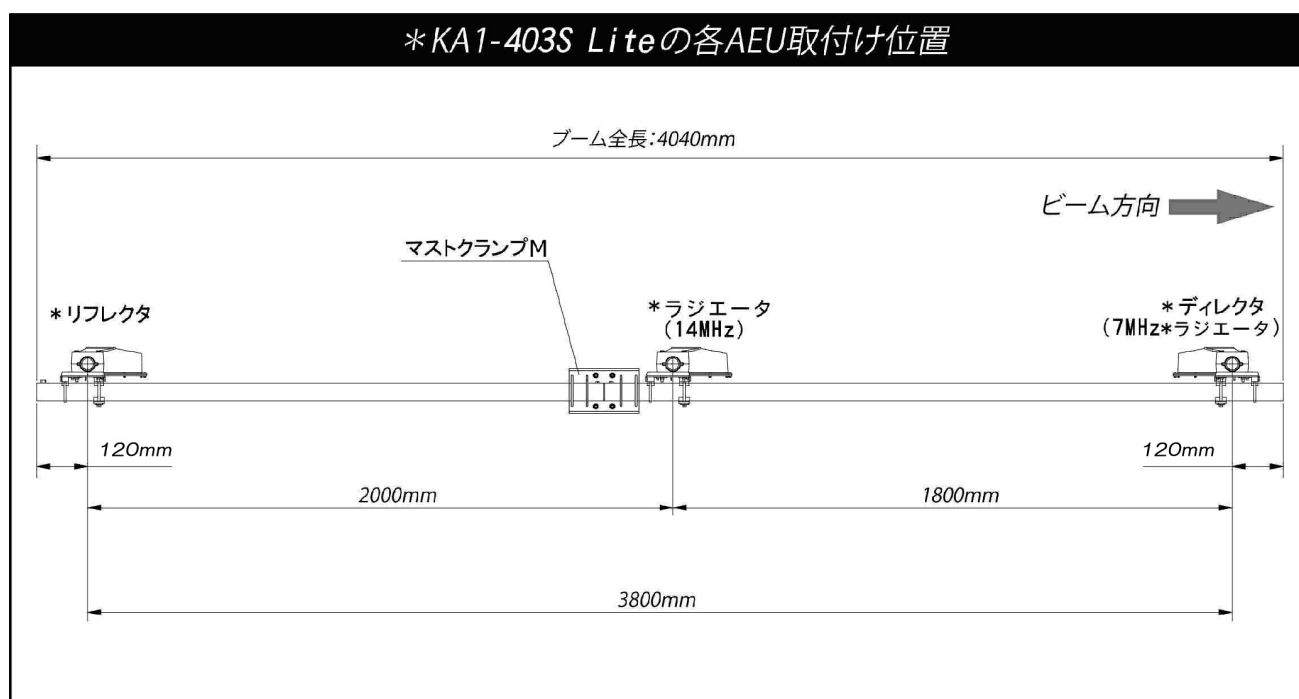

図3
〔図3参照〕
- ・「図3」に明記されているAEU取付け位置寸法値は、ブーム4mの両端を基準にして指示されています。